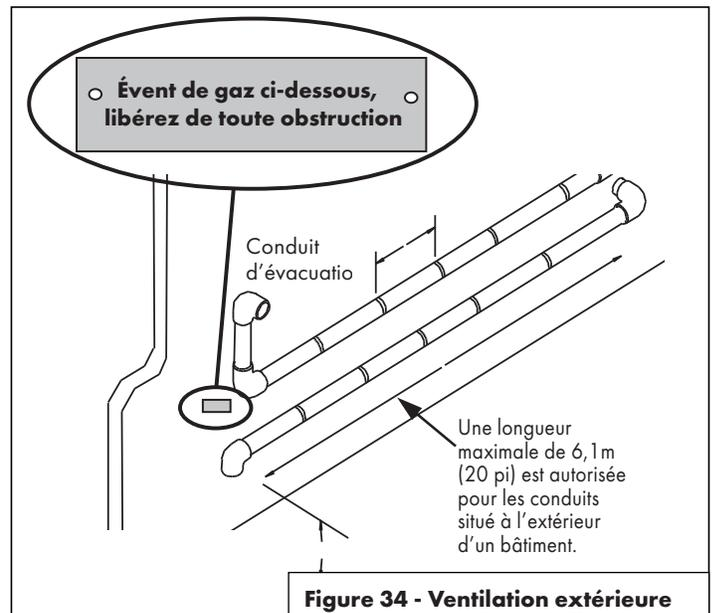

**Figure 33 - Ventilation au-dessous du niveau du sol**
1. Creusez le site jusqu'au niveau des conduits, comme illustré à la Figure 33.